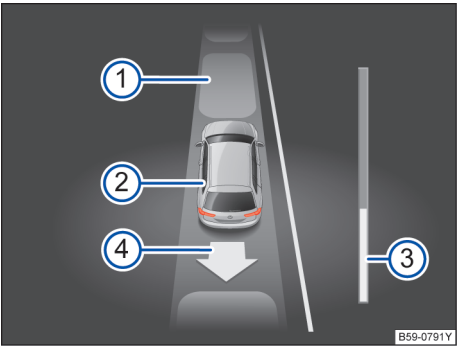

图 158 在组合仪表的显示器中：与车道平行的驶出
→ 图 158 的图例：
7.	倒车，至出现泊车雷达系统的持续音讯号 或：倒车行驶，直到在组合仪表的显示器中出现前进的要求。 进度条→ 图 158 ③ 表示待行驶距离→ 第 168 页。